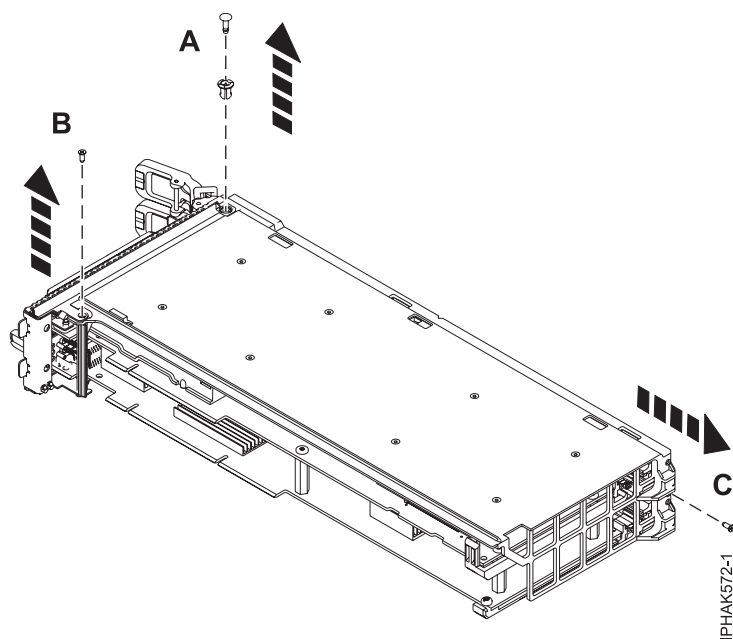

Figure 68. Retrait de la goupille poussoir et des vis
3. Retirez la goupille poussoir (A) de la partie supérieure du bloc-cassette par la contre-poupée. Voir figure 68, à la page 85.
4. Retirez la vis (B) située au bas de la contre-poupée. Voir figure 68.
5. Retirez la vis (C) de l'arrière du bloc-cassette. Voir figure 68.